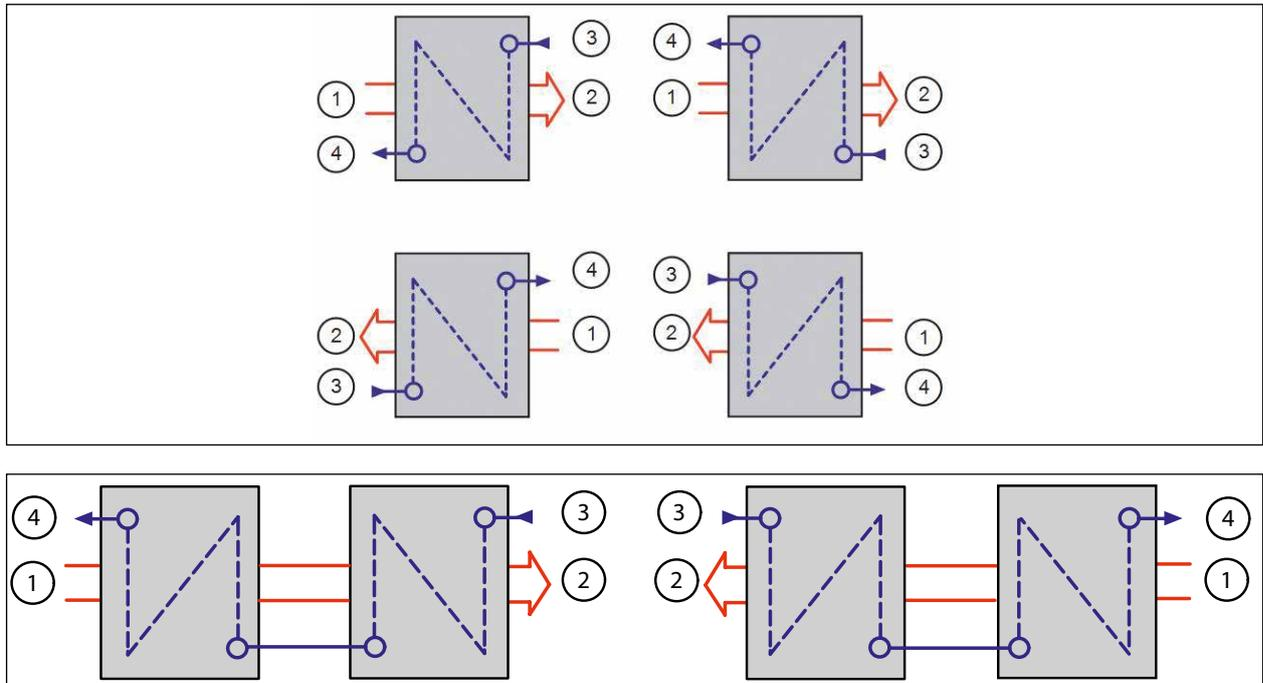

Fig. 15 Principe du contre-courant pour les SRC
- Respectez le principe du contre-courant, voir « Fig. 15 Principe du contre-courant pour les SRC », à la page 32.